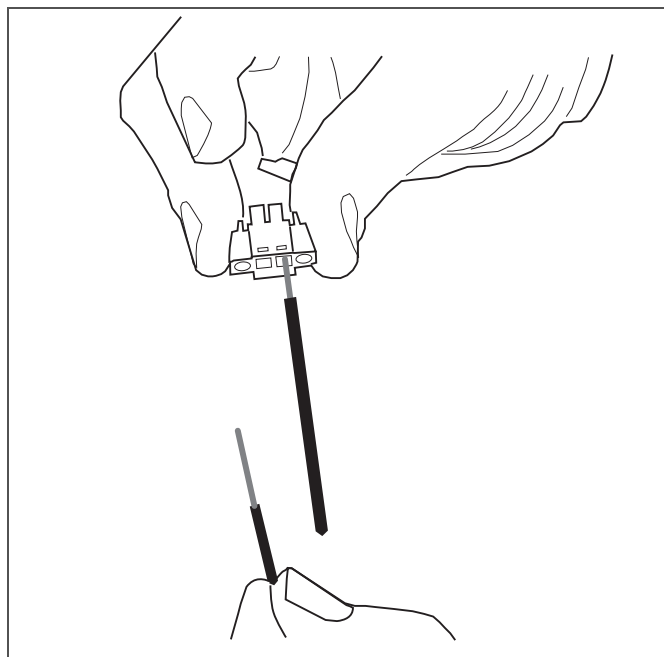

Fig. 6-4 Legarea lițelor cablului de comandă cu fișa de contact
2. Legați lițele cablului de comandă cu fișa de contact (vezi fig. 6-4).